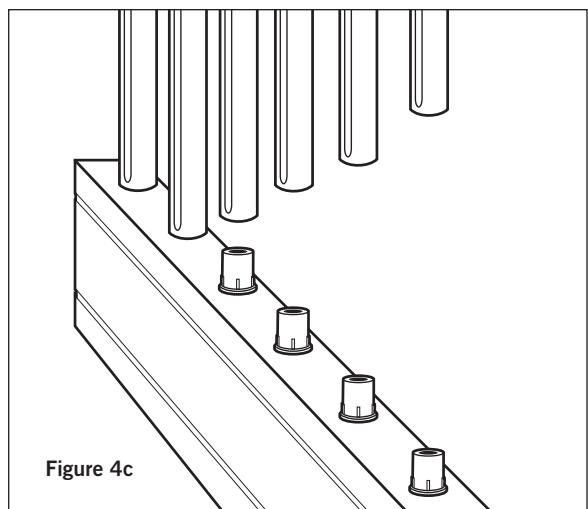

Figure 4c
**Balustres Classique, Estate, Twist et Ellipse; et balustres en verre utilisant des raccords :** Attachez les balustres à la traverse inférieure en glissant sur les raccords (figure 4c).